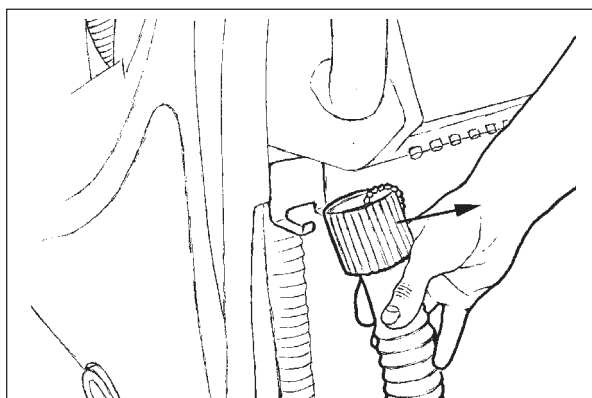

Рисунок 8
4. Снимите вентиль сливного шланга резервуара для утилизации с подвесного держателя и положите свободный конец на пол (смотрите рис. 8.)